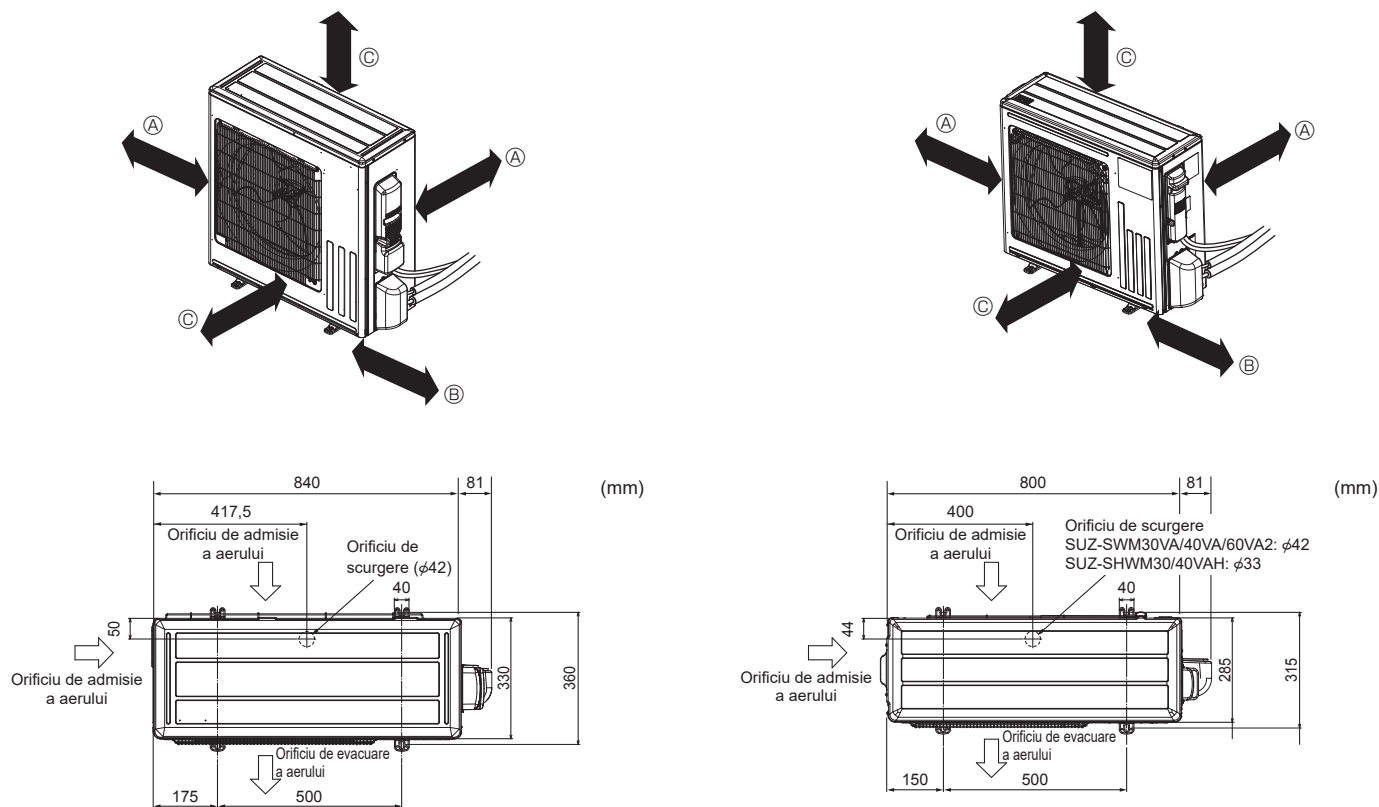

Fig. 3-1
3.1. Unitatea exterioară (Fig. 3-1)